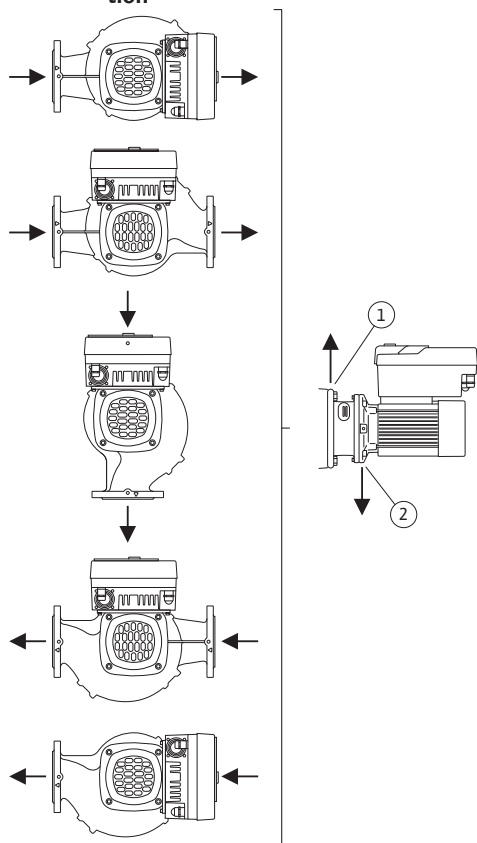

Fig. 16: Positions de montage autorisées avec arbre horizontal
- Pour un arbre de moteur horizontal, l'orifice d'évacuation de la condensation doit obligatoirement être orienté vers le bas (Fig. 16, pos. 2). Le cas échéant, le moteur doit être tourné.